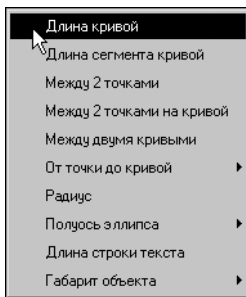

Рис. 28.15. Вызов команды Геометрического калькулятора
13. С помощью Геометрического калькулятора задайте длину отрезка 5–6, равную длине отрезка 3–4. Воспользуйтесь командой **Длина кривой** (рис. 28.15).